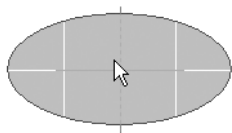
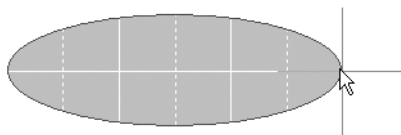

图 3-49 确定椭圆圆心
图 3-50 确定椭圆水平轴长度
2) 将光标移到指定位置, 单击鼠标左键, 确定椭圆的圆心位置, 如图 3-49 所示。光标自动移到椭圆的右顶点, 水平移动光标改变椭圆水平轴的长短, 在合适的位置单击鼠标左键确定水平轴的长度, 如图 3-50 所示。